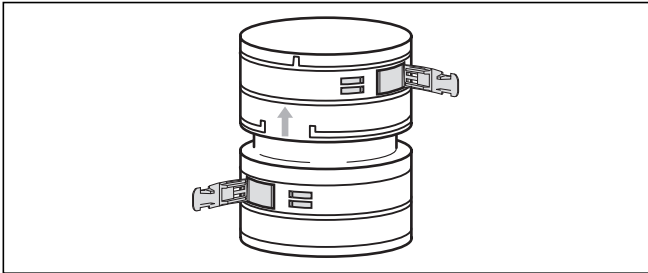
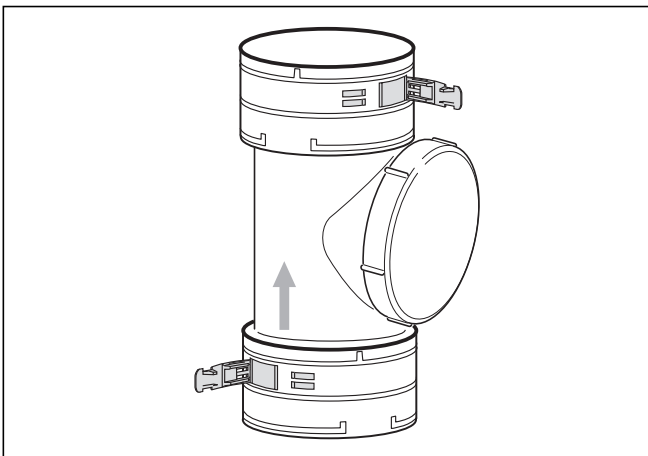

Abb. 5.46 Verbindungselement
Abb. 5.47 Reinigungselement
- Montieren Sie bei Bedarf zuerst Verbindungs- und Reinigungselemente (siehe Abb. 5.46 und 5.47).
Anstatt die Gesamtlänge der flexiblen Abgasleitung mit einem einzigen Stück zu überwinden, können Sie mehrere Teilstücke einsetzen und diese mit Verbindungselementen (Art.-Nr. 303 512, Abb. 5.46) oder einem Reinigungselement (Art.-Nr. 303 511, Abb. 5.47) verbinden.